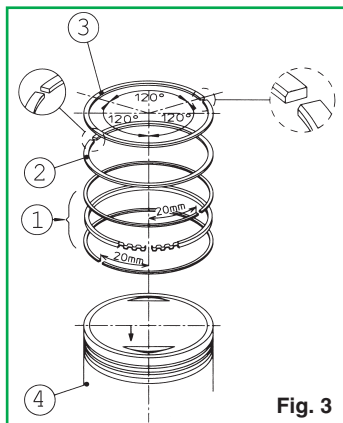

Fig. 3
- Introducir el expansor del segmento rascador de aceite en la específica ranura en el pistón, introducir el segmento rascador de aceite inferior y sucesivamente el rascador de aceite superior completando el montaje del rascador de aceite (Fig. 3 - Part 1).
- Montar el segundo segmento con la parte estampada dirigida hacia la parte superior del pistón, como indica la Fig. 3 - Part. 2.
- Introducir el primer segmento cromado de compresión con la parte estampada dirigida hacia la parte superior del pistón, como indica la Fig. 3 - Part. 3.
- Posicionar las aperturas de los cortes de los aros elásticos como indica la Fig. 3.
- Controlar nuevamente que las aperturas de los cortes de los aros elásticos se encuentren posicionados como indica la Fig. 3.